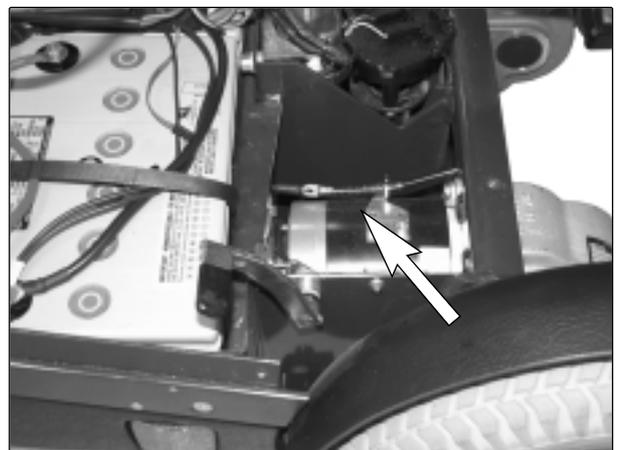

Abb. 28. Entriegelungsdraht Magnetbremse.
8. Ziehen Sie die Drahhülse nach vorne und führen Sie den Draht durch den Schlitz des Drahhalters heraus. Haken Sie den Brems-entriegelungsdraht aus der Magnetbremse aus, siehe Abb. 28.